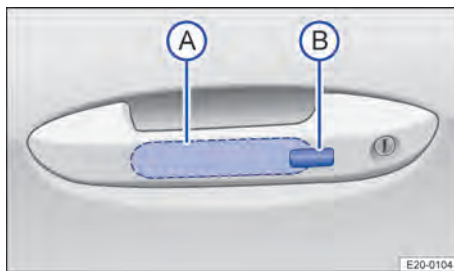

Abb. 57 Im Türgriff: Sensorflächen.
1. Sensorfläche → Abb. 57  an der Innenseite des Türgriffs berühren.
2. Sensorfläche → Abb. 57  an der Außenseite des Türgriffs berühren.
2. Innerhalb von fünf Sekunden den Sensor an der Außenseite des Türgriffs einmal berühren → Abb. 57 . Dabei nicht in den Türgriff greifen.